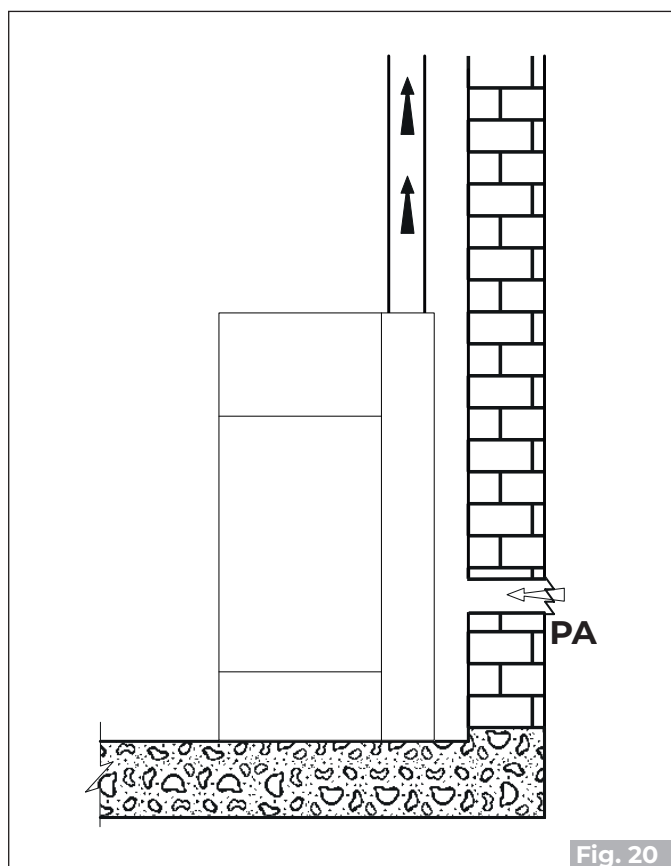
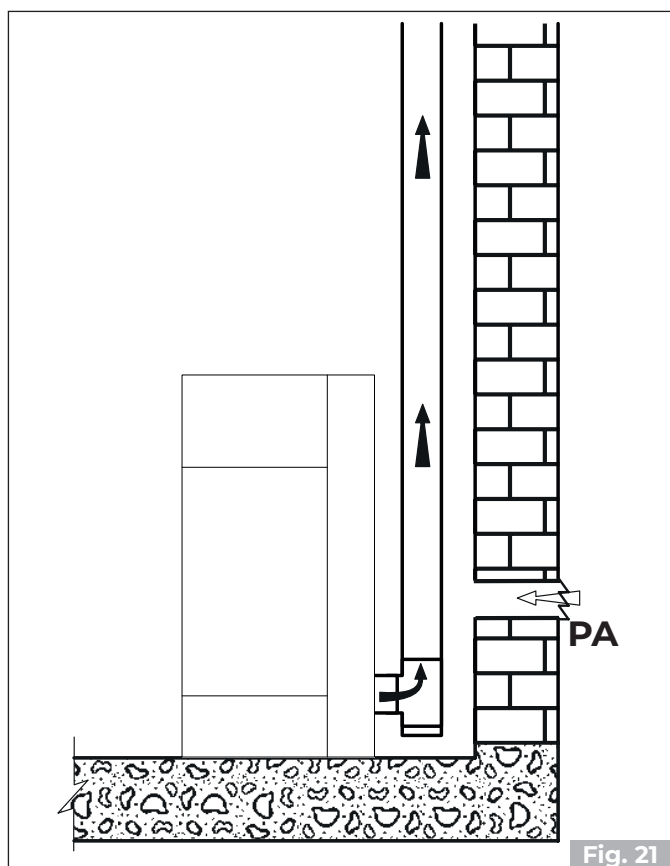

Fig. 20
Fig. 21
- provenire dall'ambiente di installazione o da adeguati locali attigui (**Fig. 20 - Fig. 21**). Nel caso di riverbero del prodotto durante il funzionamento, è necessario utilizzare l'apposito kit per garantire il corretto funzionamento dell'apparecchio.
Realizzare la presa d'aria sulla parete (Fig. 20 e Fig. 21 - PA = Presa d'Aria), e lasciare che l'apparecchio sia libero di prelevare aria in ambiente avendo cura di collegare sul tubo di ingresso dell'aria il tratto di tubo corrugato, qualora venga fornito, fissandolo con la fascetta e piegandolo leggermente verso il basso al fine di prevenire eventuali effetti di risonanza